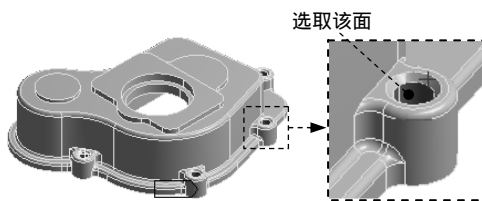

图 2.6.19 选取曲面 (四)
(1) 在图形区选中图 2.6.19 所示的曲面对象右击，在弹出的快捷菜单中选择 **Create Named Selection** 命令，弹出“Selection Name”对话框。